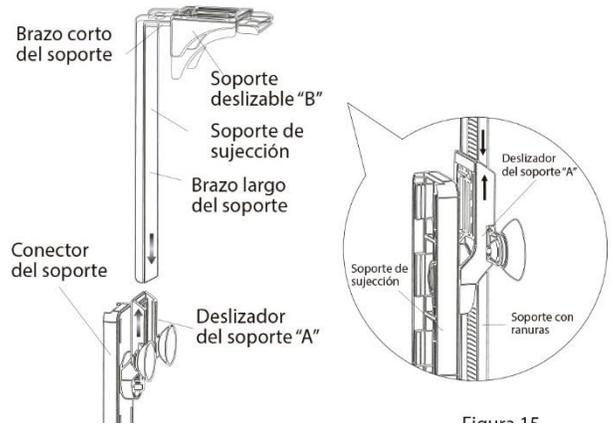

Figura 15
- A continuación, inserte el extremo largo de la percha en las ranuras del soporte deslizante "A". El extremo corto deberá quedar orientado opuestamente al cuerpo del espumador. Deslice la percha hasta la mitad de su longitud total aproximadamente. (Observe la figura 15)
- Inserte el soporte deslizante "B" en el extremo corto de la percha y deslícelo hacia adentro. (Observe la figura 15) La superficie escalonada permitirá ajustar y fijar el espumador en su posición deseada.